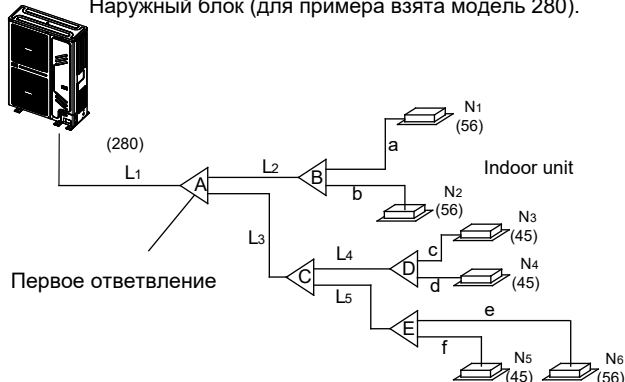

Рис. 4-6
- Основная трасса (см. рис. 4-6 и таблицу 4-4)
На Рис. 4-6 показана основная трасса L1, и мощность наружного блока составляет 28 кВт. По таблице 4-4 диаметр трассы жидкого/газообразного хладагента составляет 22,2/9,5, а общая эквивалентная длина трассы жидкого/газообразного хладагента составляет >90 м. Далее по таблице 4-4 получаем диаметр трассы жидкого/газообразного хладагента 25,4/12,7, и в соответствии с принципом максимального значения следует использовать трубку 25,4/12,7.